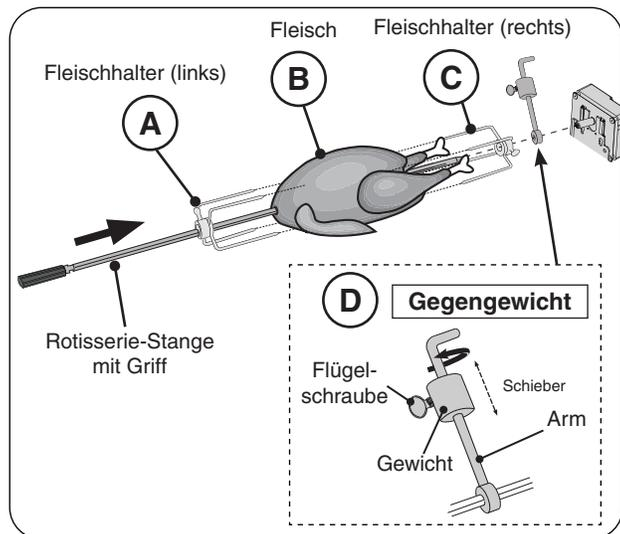

Abb. 26-3 Rotisserie zum Kochen zusammenbauen
4. Schieben Sie den linken Fleischhalter auf die Stange und ziehen Sie ihn fest (siehe Abb. 26-3, A).
5. Schieben Sie dann das Fleisch auf den Stab, gefolgt vom rechten Fleischhalter (siehe Abb. 26-3, B und C).
8. Das Gegengewicht kann dann an einer gleichmäßigen Gewichtsverteilung angebracht werden. Schieben Sie das Gegengewicht auf die Stange neben dem rechten Fleischhalter (siehe Abb. 26-3, D). Lösen Sie den Arm und richten Sie ihn gegenüber der schweren Seite des Fleisches nach oben. Den Arm festziehen.